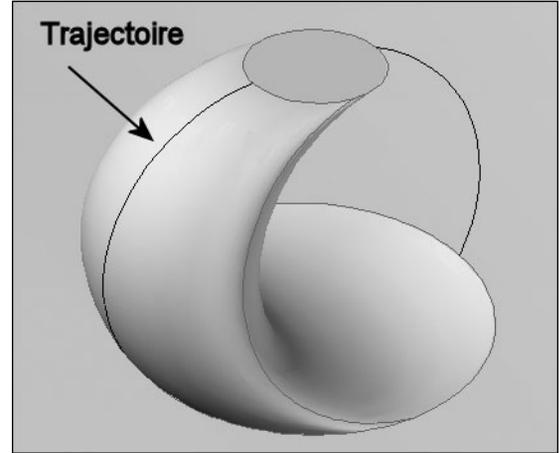

Fig.18.21
- ▶ **Chemin (Path)** : permet de spécifier la trajectoire de la surface ou du solide lissé. La courbe de la trajectoire doit couper tous les plans des coupes (fig.18.21).